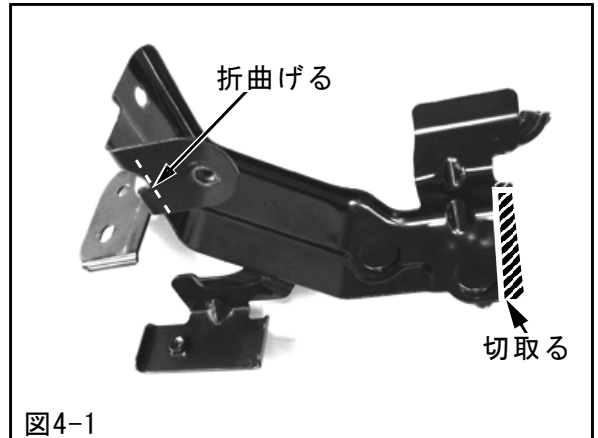

図4-1
(2) 取外したエアクリーナケースブラケットをインタークーラアウトレットパイプNo.2と干渉しないように図の部分またを切取ってください。〈**図4-1**〉